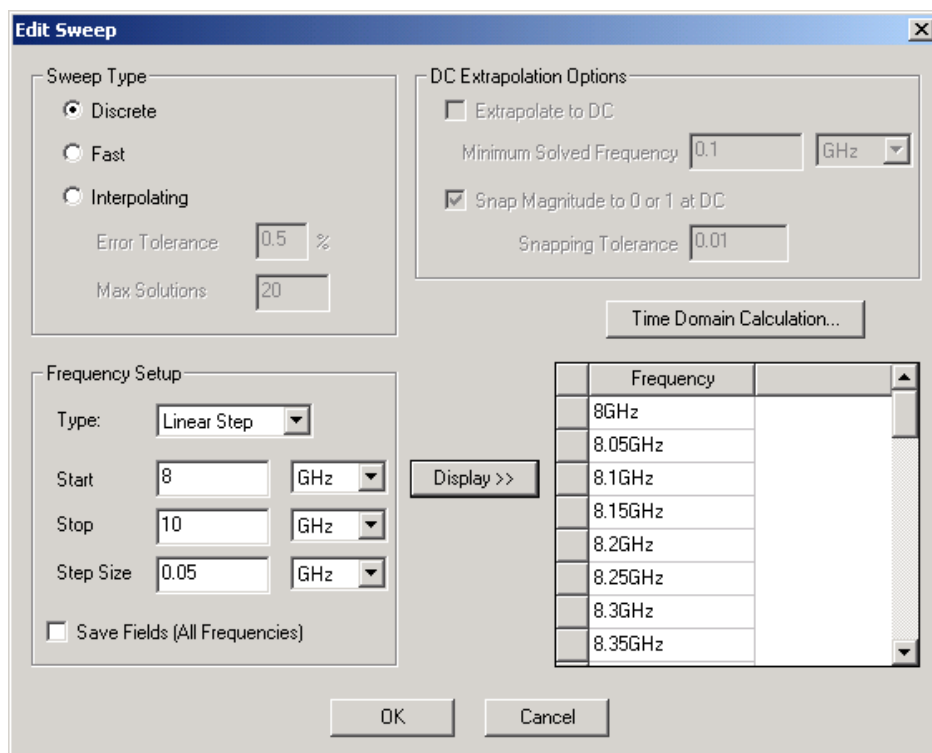

Рис. 6.26. Установка диапазона и режима изменения частот решения
5. Задайте следующий диапазон частот: **Start 8 GHz, Stop 10 GHz, Step Size 0.05 GHz**. HFSS решит задачу в каждой частотной точке на каждом шаге в указанном частотном диапазоне, включая начальную и конечную точку частот (рис. 6.26).
Режим изменения частот перечислен в дереве проекта под **Setup1** и называется *Sweep1* по умолчанию. Нажмите кнопку **Display** (рис. 6.26), чтобы проверить частоты, на которых будет выполняться решение.